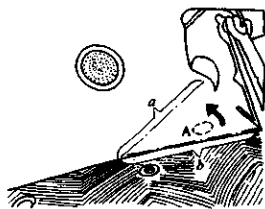

图 3-188 三角形底搁板
- 2) 如图 3-188 中箭头所示，向上弯起车厢内减振器上方三角形底搁板。